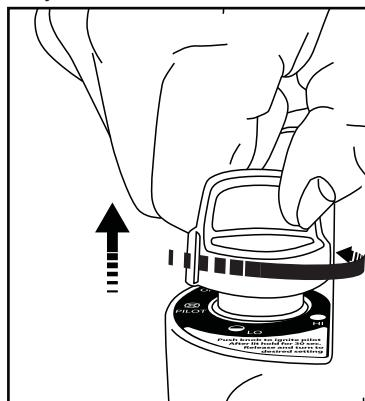

Rysunek 4: "Łącznik Butanu".
- Upewnij się, że uszczelki (pomiędzy urządzeniem a kartridżem gazu) są na miejscu i w dobrym stanie przed jego połączeniem z kartridżem. Rysunek 4. Nie używaj urządzeń, których uszczelki są zniszczone lub zużyte. Nie używaj urządzenia, które ma wyciek, jest zniszczone lub nie działa prawidłowo.
- Przy użyciu z mieszanką butan/propan (G30+G31): Wkręć mosiężny łącznik w kierunku zgodnym z ruchem wskazówek zegara do regulatora przenośnego ogrzewacza (od dołu) aż do całkowitego dokręcenia. Patrz Rysunek 4. Nie stosuj uszczelniającego do gwintów na tym połączeniu Wkręć kartridż